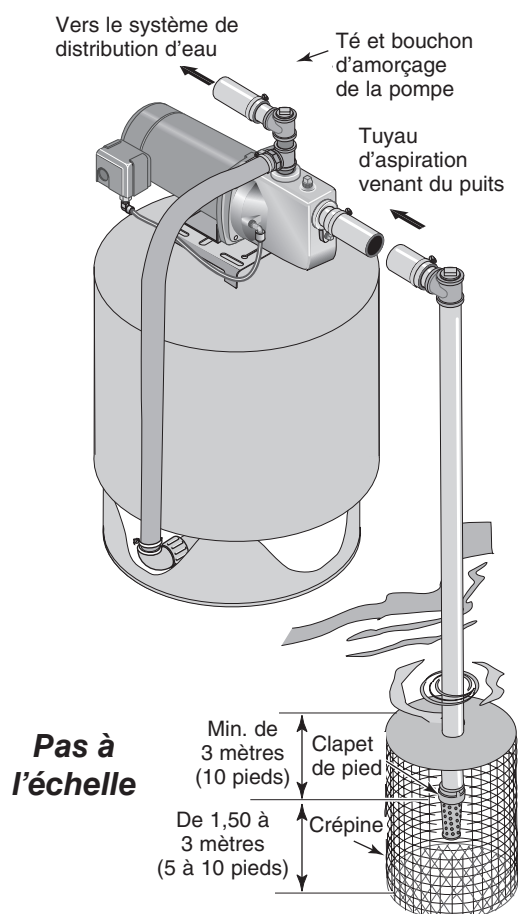

Figure 3 : Installation pour eaux de surface
INSTALLATION POUR EAUX DE SURFACE (FIGURE 3)
- 2° Assembler un clapet de pied et un tuyau d'aspiration (voir Figure 3). S'assurer que le clapet fonctionne bien. Utiliser du ruban d'étanchéité en PTFE pour filetage sur les raccords de tuyaux filetés. Protéger le clapet contre le colmatage par les poissons ou les débris en l'entourant d'une crépine (voir Figure 3).
- 4° Installer un té d'amorçage, un bouchon d'amorçage et un tuyau d'aspiration sur la pompe (voir Figure 3). Fixer et consolider la canalisation de façon à éliminer tout point bas ou affaissement, à éviter toute contrainte sur le corps de la pompe et à obtenir une légère rampe vers le haut entre le puits et la pompe (tout point haut peut former une poche d'air qui peut s'opposer au passage de l'eau). Rendre étanches les joints du tuyau d'aspiration avec du ruban d'étanchéité en PTFE pour filetage. Les joints doivent être hermétiques et étanches. *Si la conduite peut aspirer de l'air, la pompe ne pourra pas pomper l'eau du puits.*